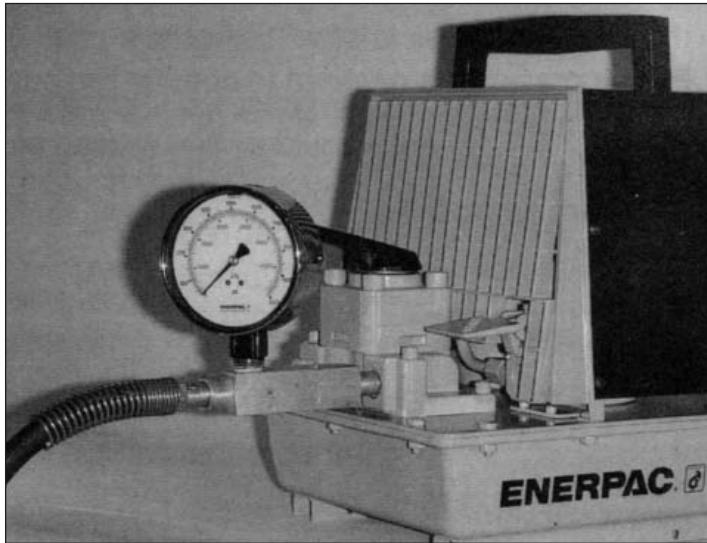

図1-計器の取付け
- 圧力計、NPT ホース継手、ゲージアダプタのネジ部にシール材をつけてください。図1のように接続します。